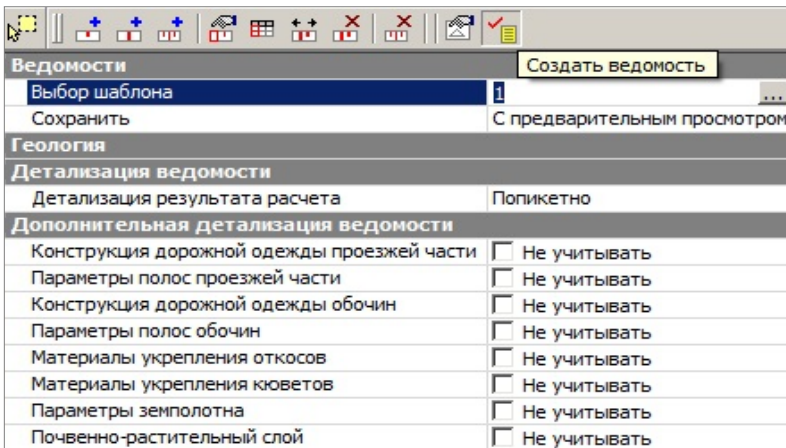

Рис. 23.8
- Детализация результата расчета = **По-пикетно** (рис. 23.8).
5. Для использования шаблона ведомости откройте Редактор шаблонов – кнопка выбора  в поле строки **Выбор шаблона** (рис. 23.8).
в поле строки **Выбор шаблона** (рис. 23.8).